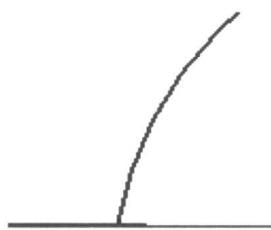
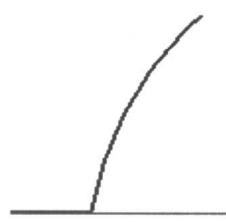

图 1-10
图 1-11
7. 用修剪命令 修剪多余图线，如图 1-10 和图 1-11 所示。